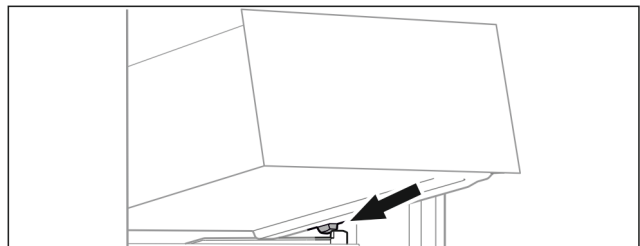

Fig. 76
- ▶ Schubfach schräg hinter den Stoppern auf Behälterrippe aufsetzen. (siehe Fig. 76)